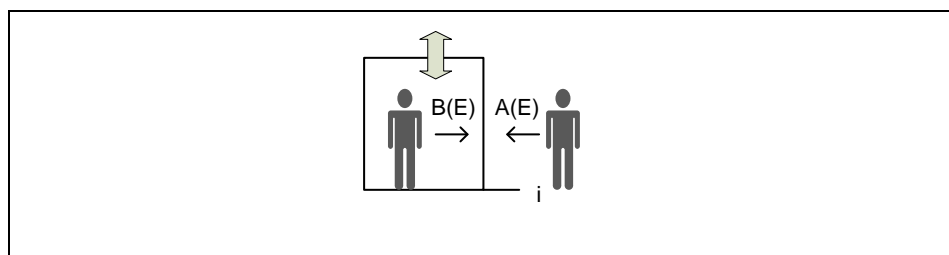
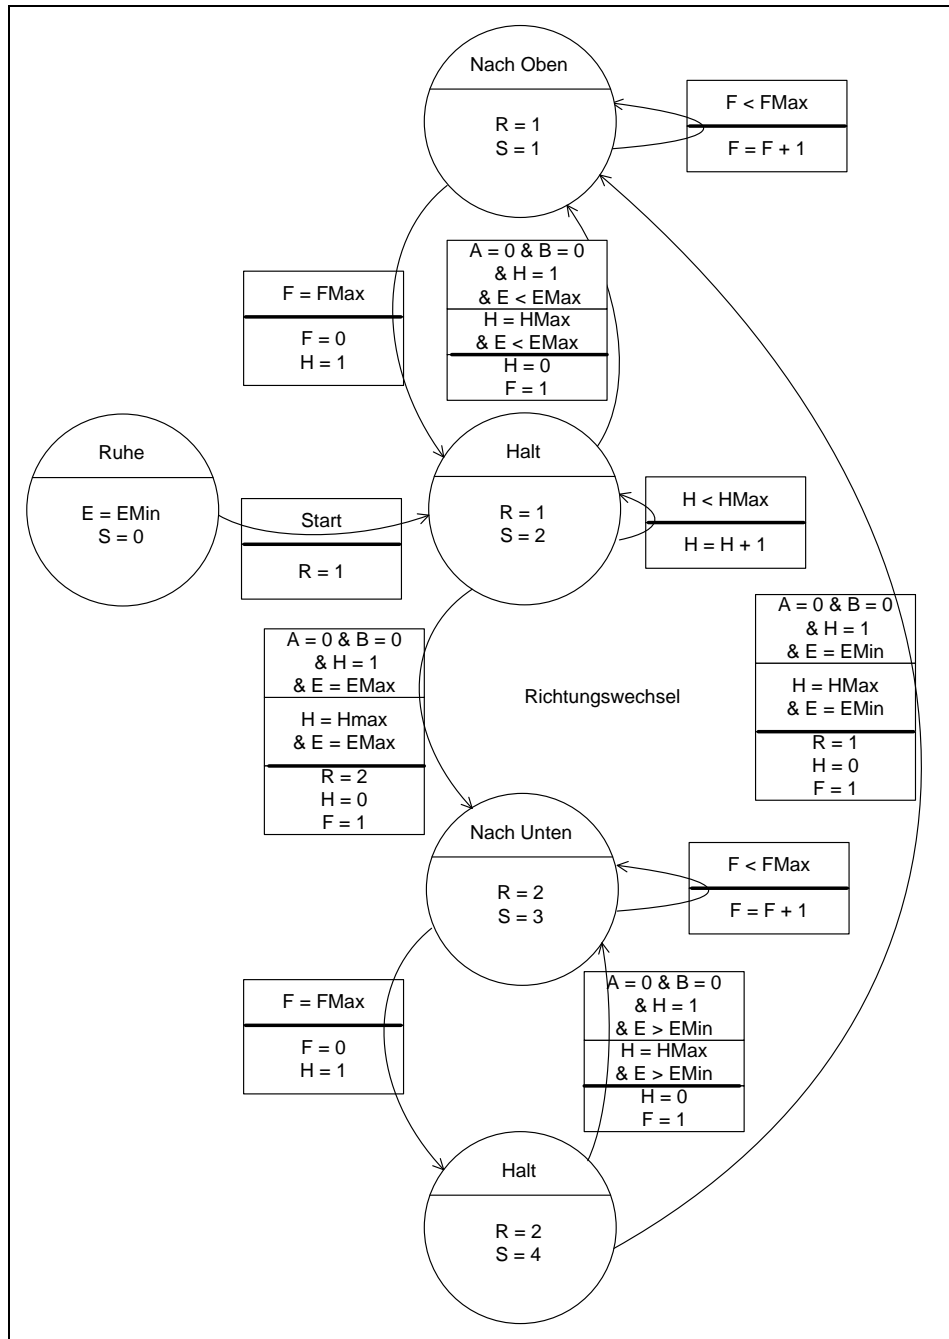

Bild 6. Aufzug-Ereignisse
Bild 7. Zustands-Diagramm des Aufzugs für den Online-Algorithmus 1
Eine einfache erste Möglichkeit der Optimierung besteht nun darin, dass in Etagen, in denen weder eine Person aus- noch zusteigt, der Aufzug weiterfährt (Bild 6). Eine einfache Möglichkeit, auf die vorhandene Situation „online“ zu reagieren. Bild 7 zeigt das geänderte Zustands-Diagramm, bei dem die Bedingungen für die Übergänge von Halt nach Fahrt durch eine zweite ODER-verknüpfte Bedingung ergänzt wurden. Mit A(E) ist ein Ereignis definiert, dass mindestens eine Person aus der Auftragsliste in der aktuellen Etage zusteigt. Mit B(E) ist ein Ereignis definiert, dass wenigstens eine Person in der aktuellen Etage aussteigt.